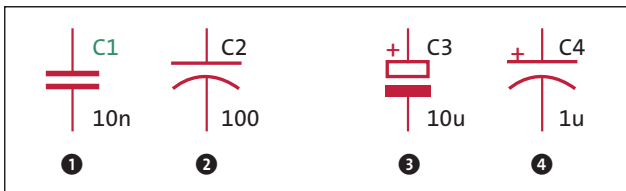

Abbildung 3.7 Schaltbild für Kondensatoren
Abbildung 3.7 zeigt das Schaltbild für den Kondensator. Die linke Darstellung ❶ entspricht der EU-Norm und bezeichnet einen nicht polarisierten Kondensator C1 mit einem Wert von 10 nF. Die Darstellung rechts daneben ❷ entspricht der US-Norm und bezeichnet einen nicht polarisierten Kondensator C2 mit einem Wert von 100 pF. Auf der rechten Seite von Abbildung 3.7 sind die Schaltbilder polarisierter (Elektrolyt-)Kondensatoren zu sehen. Die Darstellung ❸ entspricht wieder der EU-Norm und zeigt einen Elektrolytkondensator C3 mit einem Wert von 10 µF, während die Darstellung ❹ der US-Norm entspricht und einen Elektrolytkondensator C4 mit einem Wert von 1 µF zeigt.